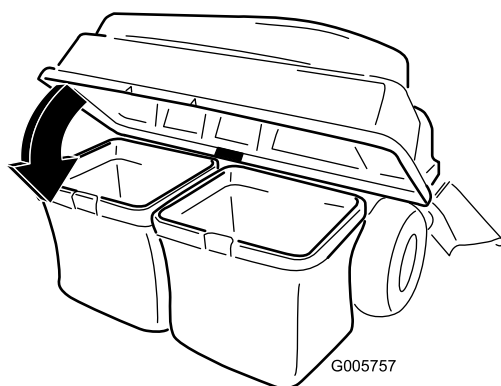

Figura 19
3. Abbassate il coperchio sul cesto (Figura 19).